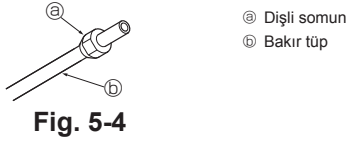

Fig. 5-4
5.2.3. Somun takılması (Fig. 5-4)